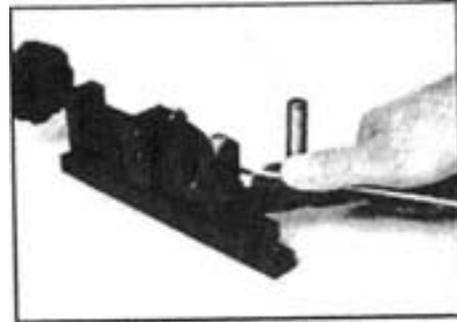

Figure 2
5. Tirez la poignée dans le sens horaire d'un quart de tour. Ceci doit permettre d'obtenir un cintrage à 90 degrés. Si vous le souhaitez, vous pouvez insérer la goupille d'arrêt (n° 16) dans le trou approprié pour des cintrages répétitifs. Habituellement, il s'agit du trou se trouvant à l'avant de la cintruse (celui qui est le plus loin du bouton de commande de l'étau), le second à partir de la droite comme indiqué à la Figure 2.